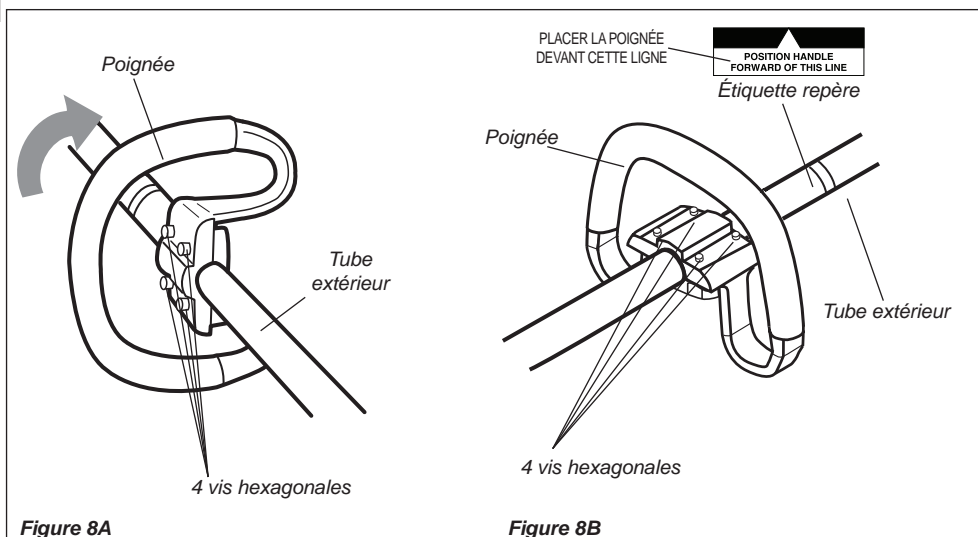

Figure 8A
1. La poignée est fixée sur le tube extérieur en usine et positionnée verticalement. Voir figure 8A.